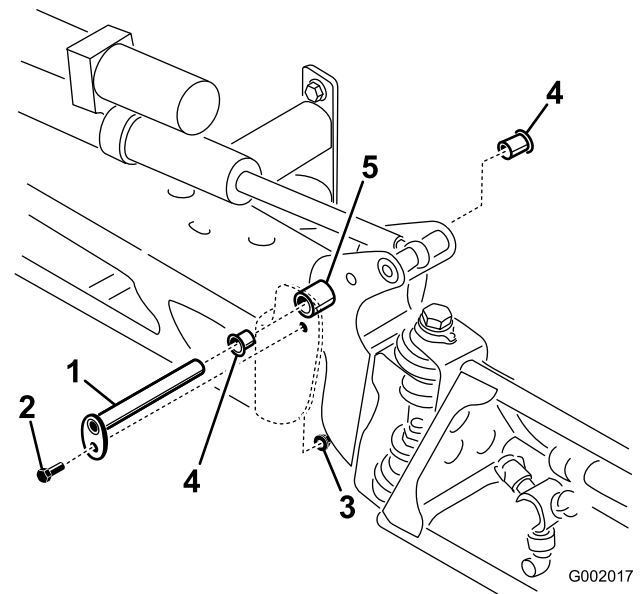

Bild 71
3. Wenn das Gewicht des Auslegers abgestützt ist, nehmen Sie die Schraube und die Mutter ab, mit denen der Lagerbolzen am Ausleger befestigt ist (Bild 71). Nehmen Sie den Lagerbolzen ab.
5. Nehmen Sie die Nylonbüchsen vorne und hinten an der Schwenkhalterung ab und prüfen Sie sie (Bild 71). Ersetzen Sie beschädigte Büchsen.
7. Montieren Sie den Ausleger und die Schwenkhalterung im mittleren Rahmen und richten Sie die Öffnungen aus (Bild 71).